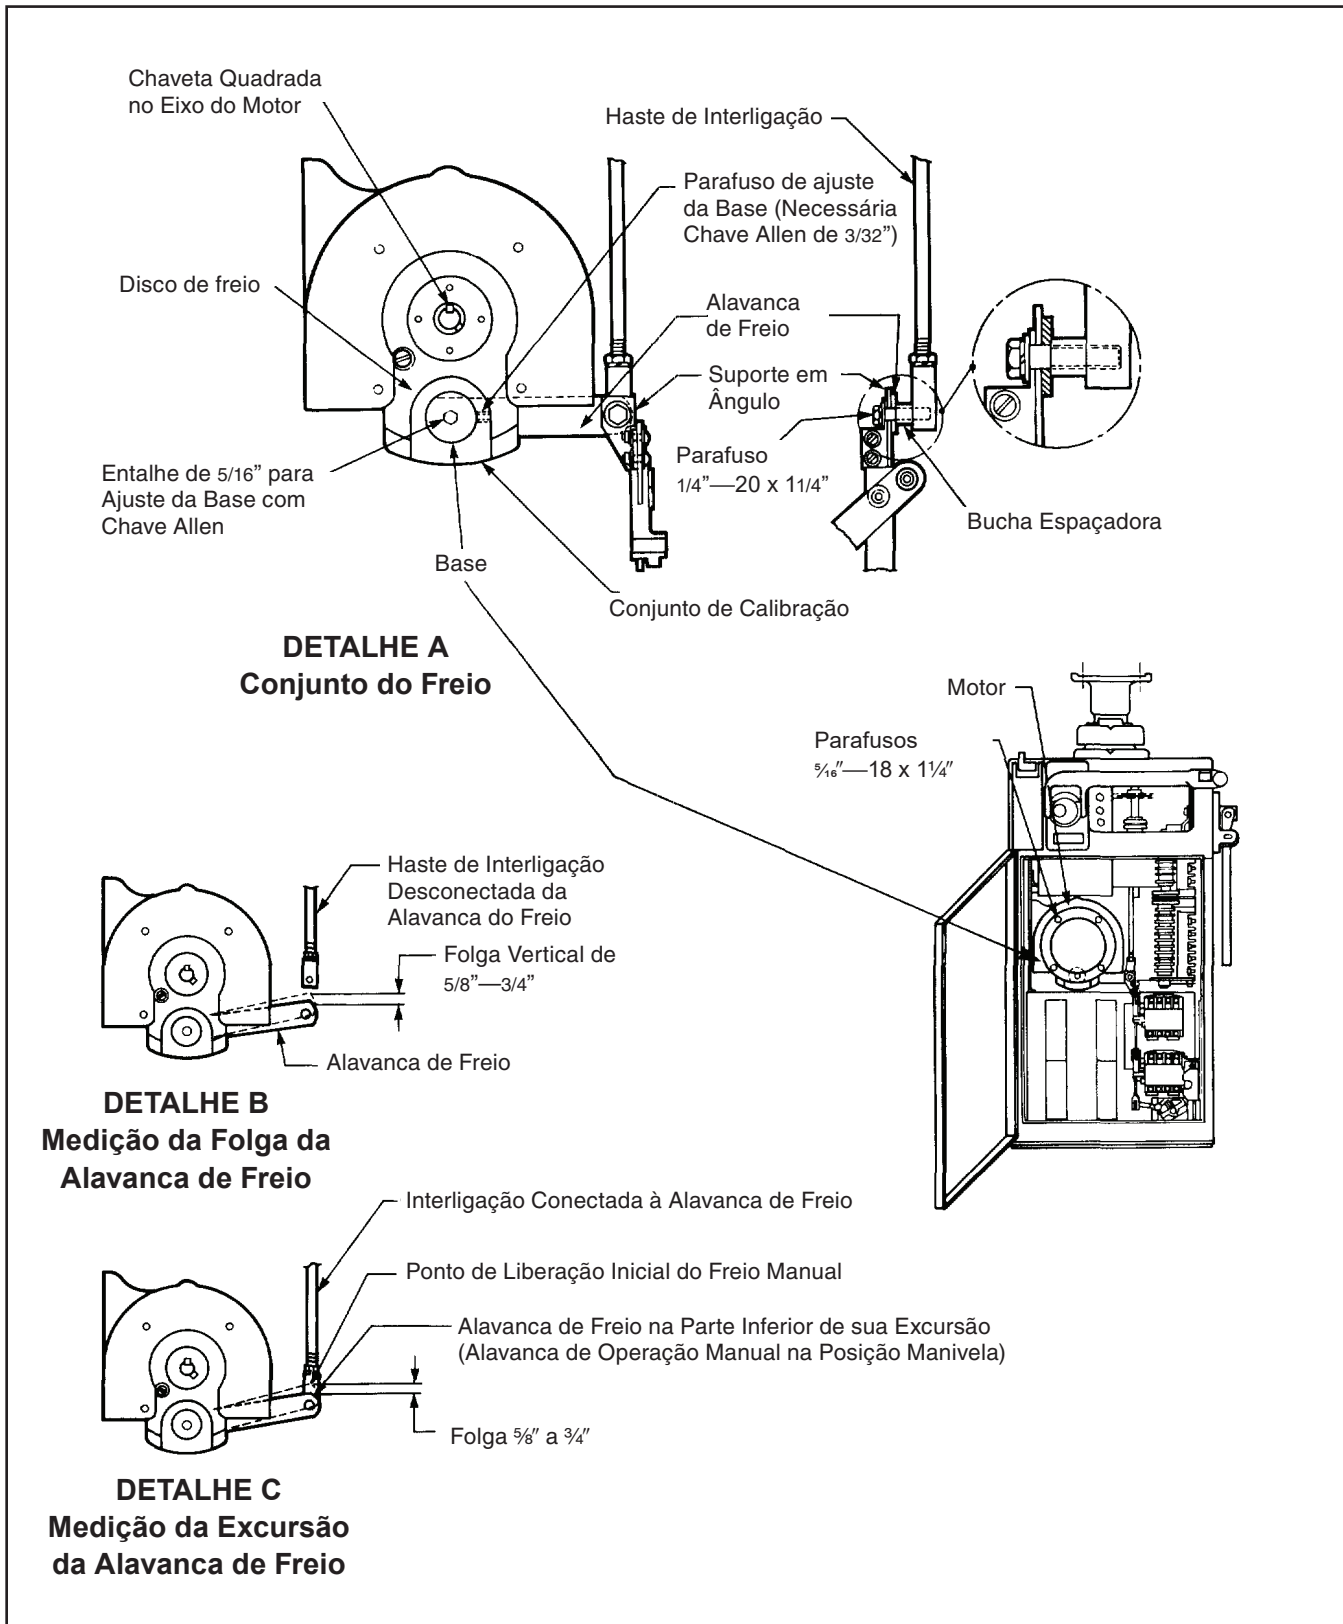

Figura 5. Procedimento de inspeção do freio.
- O indicador de posição do operador motorizado, Figura 5, sinaliza “Aberto” ou “Fechado” para indicar que o operador motorizado realizou uma operação completa. Confira também as lâmpadas indicadoras de posição, Figura 5, se fornecidas.